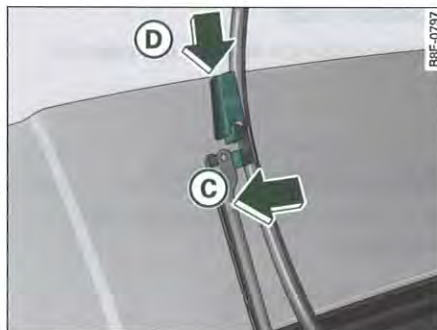

Fig. 83 Fixation du balai d'essuie-glace
- Placez le balai d'essuie-glace neuf dans la fixation sur le bras d'essuie-glace ⇒ fig. 83 (C).
- Poussez le dispositif de verrouillage du balai d'essuie-glace dans le sens de la flèche (D) jusqu'à ce qu'il s'encliquette dans le bras d'essuie-glace de façon perceptible.